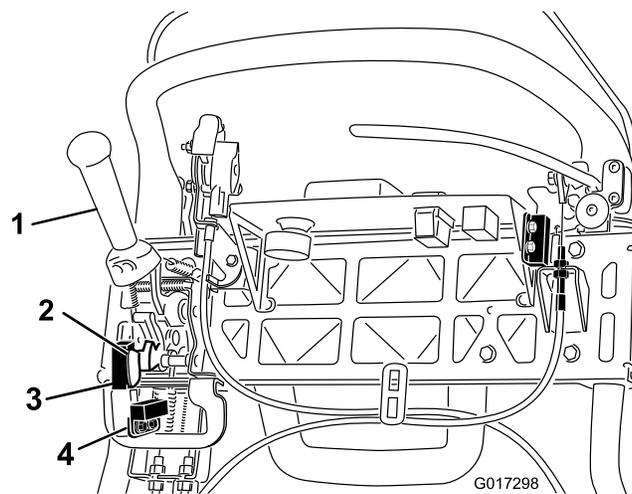

Figura 39
4. Desaperte as juntas de montagem do interruptor de segurança (Figura 39).
5. Coloque um calço de 1,6 mm entre a alavanca de tracção e o interruptor de segurança (Figura 39).
4. Desaperte as fixações do sensor de corte (Figura 39).
5. Coloque um calço de 1,6 mm entre a bandeira do sensor de corte e o sensor de corte (Figura 39).